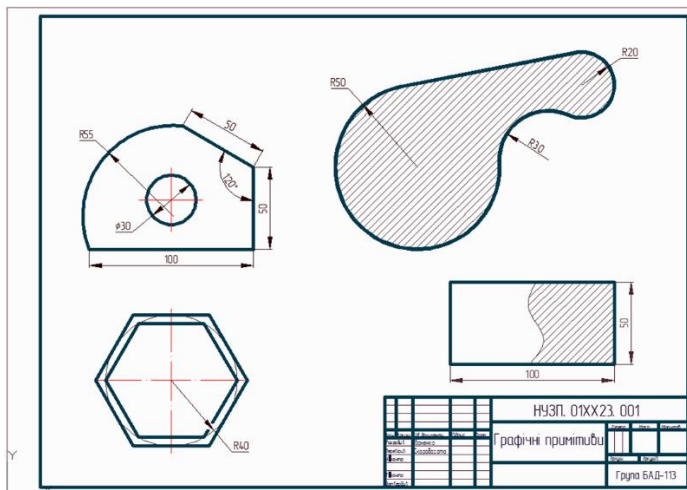

Рисунок 2.1 – Вправа «Команди графічних примітивів»
Вправа (рис. 2.1) виконується на шаблоні формату А3. Зберегти кресленик з ім'ям «Вправа 1».
2.4.5 Заповнити основний напис (рис. 2.1).